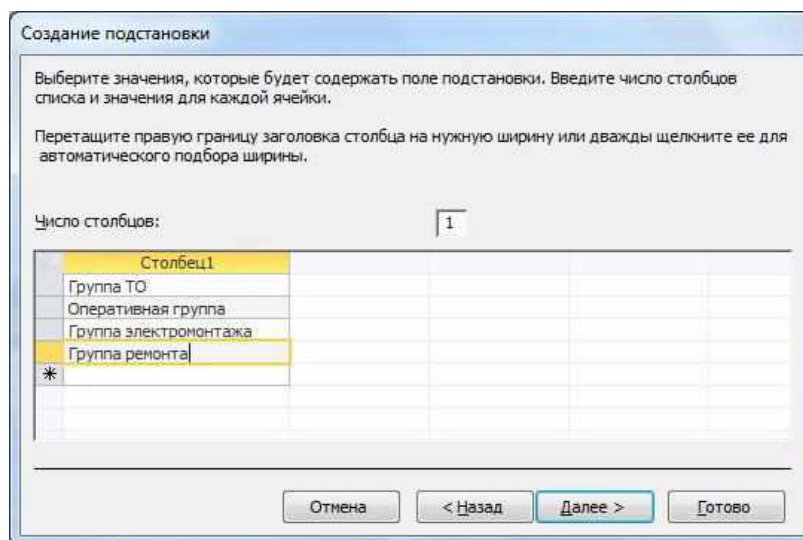

Рисунок 3.2 – Окно мастера подстановок
- число столбцов – 1, в столбец 1 ввести значения: *Группа ТО*, *Оперативная группа*, *Группа электромонтажа*, *Группа ремонта* (рисунок 3.2);